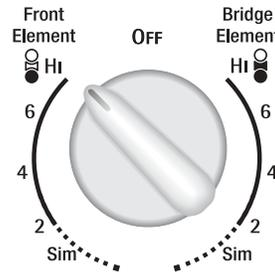

Figure 1
2. Poussez et tournez le bouton de commande dans le sens inverse des aiguilles d'une montre (voir Figure 1 et 2) pour faire fonctionner la zone inférieure de l'élément double et dans le sens des aiguilles d'une montre (voir Figure 3 et 4) pour faire fonctionner les 2 zones de l'élément pont.
Note: Voir la page 9, Figure 1 pour les réglages recommandés.